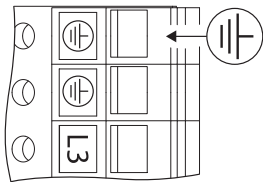

Fig. 26. Додаткове заземлення
- Через підвищений струм витoku в двигунах потужністю від 11 кВт відповідно до EN 61800-5-1:2008-04 слід передбачати додаткове підсилене заземлення (див. Fig. 26).